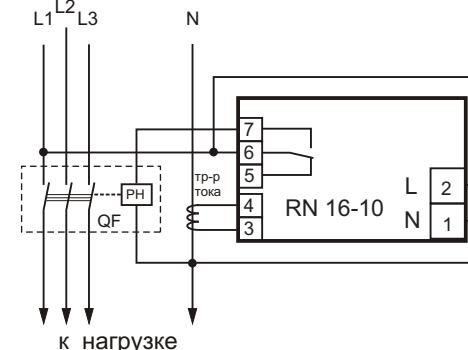

Рис. 3: схема подключения устройства к трехфазной сети для контроля тока по нулевому проводу
6.3. Подключите изделие к трехфазной сети согласно рис.3, при этом нулевой провод **N** необходимо пропустить через отверстие трансформатора тока и подключить к нагрузке. Трансформатор тока подключить к контактам **3** и **4** устройства.